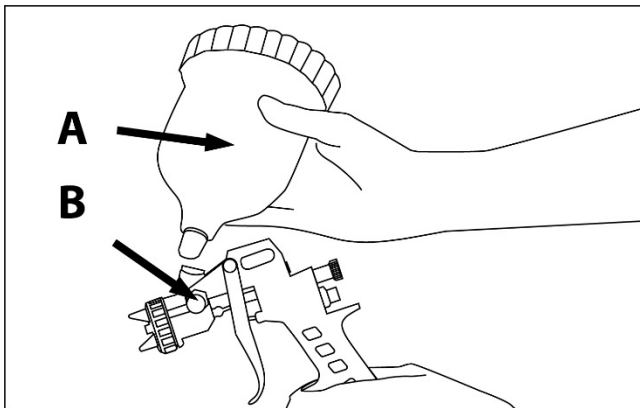

Рис.5
него (рис. 5). Проверьте, чтобы стакан прочно сидел в резьбе гнезда, иначе во время работы краска будет из него вытекать.
- Тщательно очистите указанные части пистолета предназначенными для этой цели веществами. Очистите также гнездо, в котором стакан **A** крепится к корпусу пистолета (рис. 5).